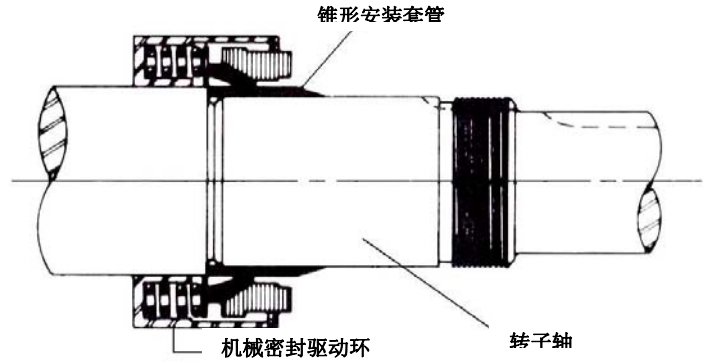

图 11
3. 将锥形安装轴套装在轴上。在锥形安装轴套外表面和密封件驱动环上涂上适量油。建议不要使用油脂。松开轴转动件和锥形套管。**见图 11。**